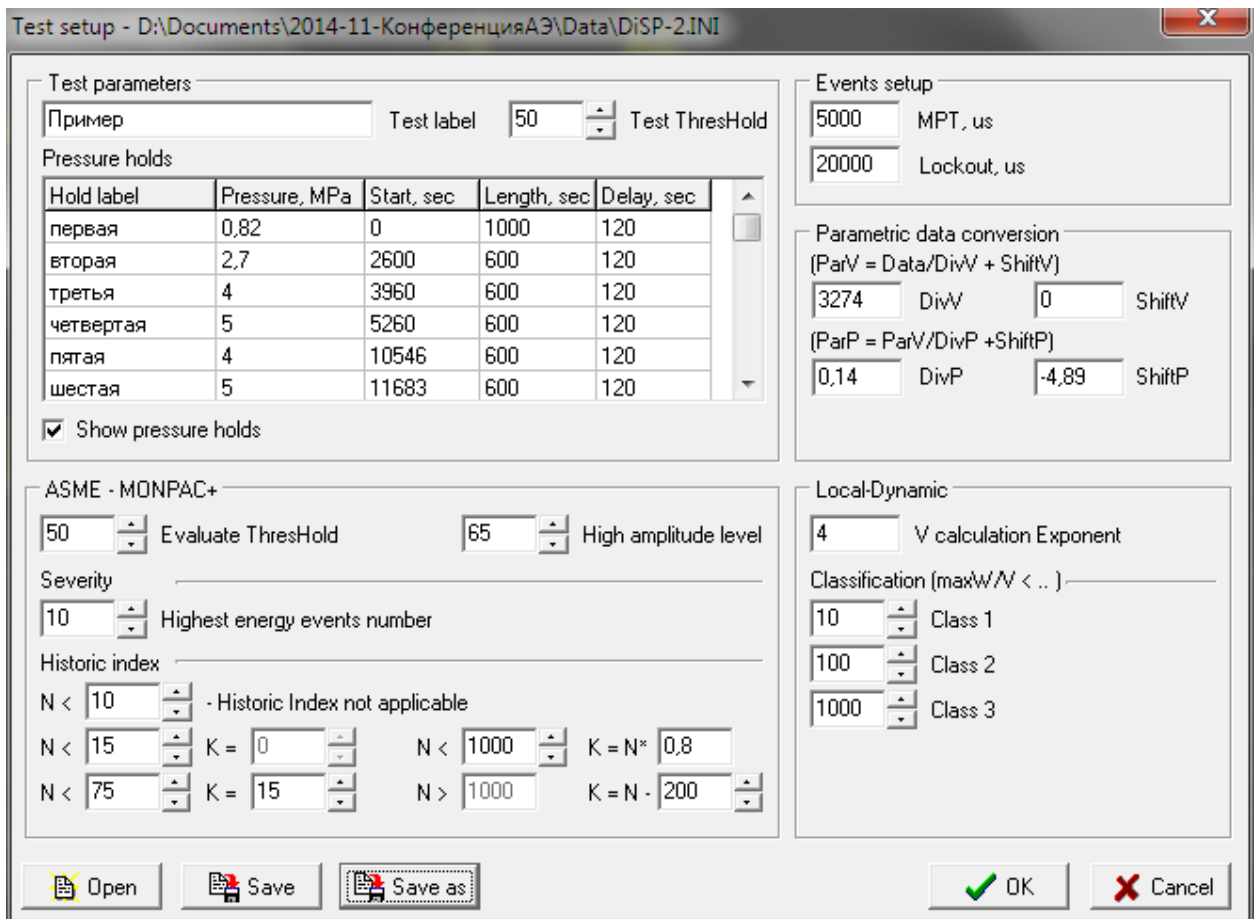

Рисунок 6. Определение параметров испытания
- Предоставление статистической информации по испытанию: сформируйте или загрузите файл описания (меню Data/Test setup). Определите времена выдержек, порог оценки, уровень высоких амплитуд (рисунок 6). В этом же блоке определяются параметры событий (MPT и LOCKOUT).